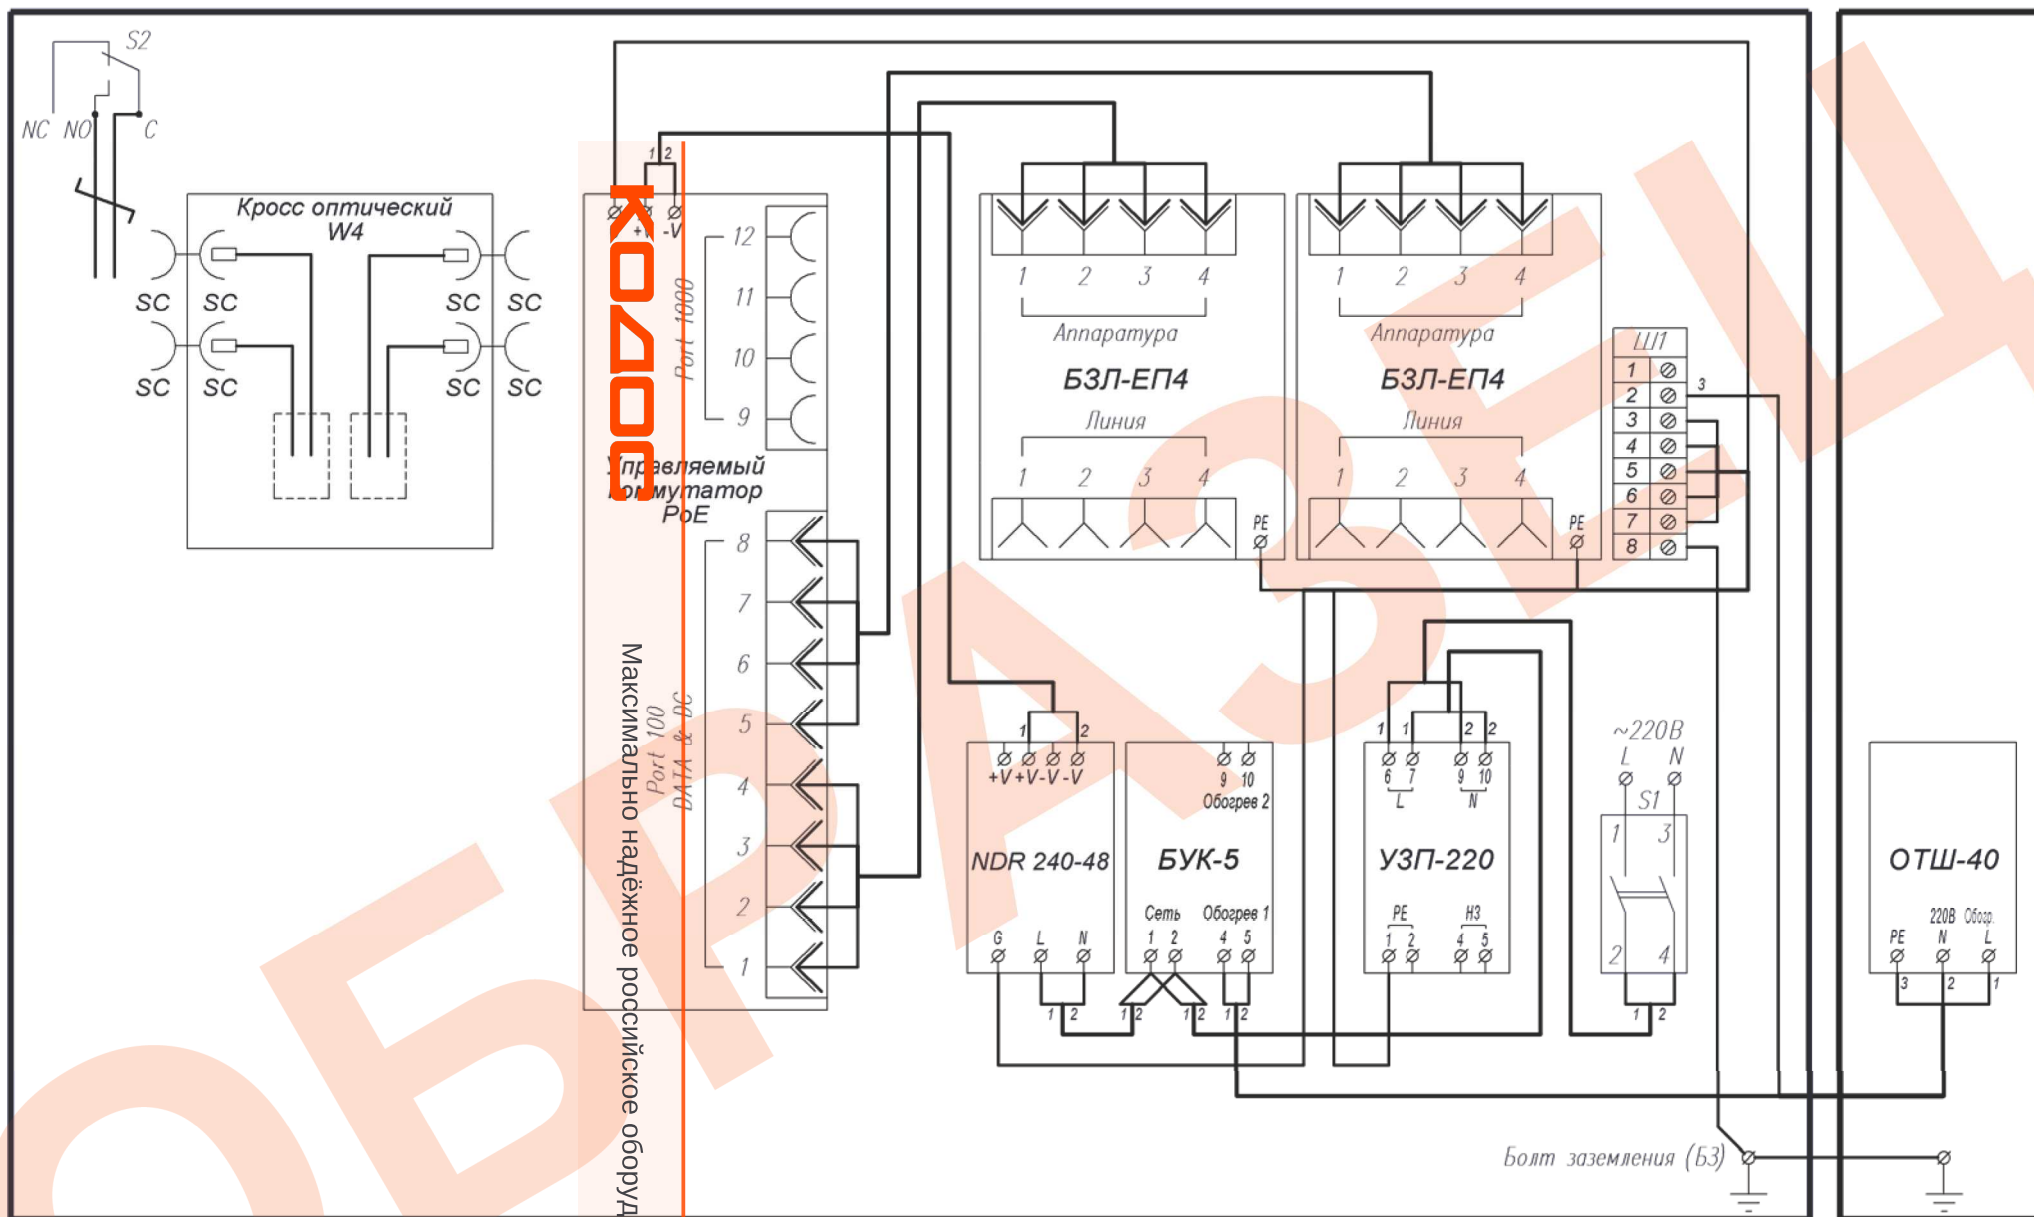

Рис.1 Схема электрическая принципиальная
- Заземлить изделие при помощи болта заземления (рис.1).
- Подключить кабель питания к входу автомата питания S1 (сечение подключаемых проводов до 25 мм²), при этом фазный провод (L) соединить с контактом 1, нулевой провод (N) с контактом 3.